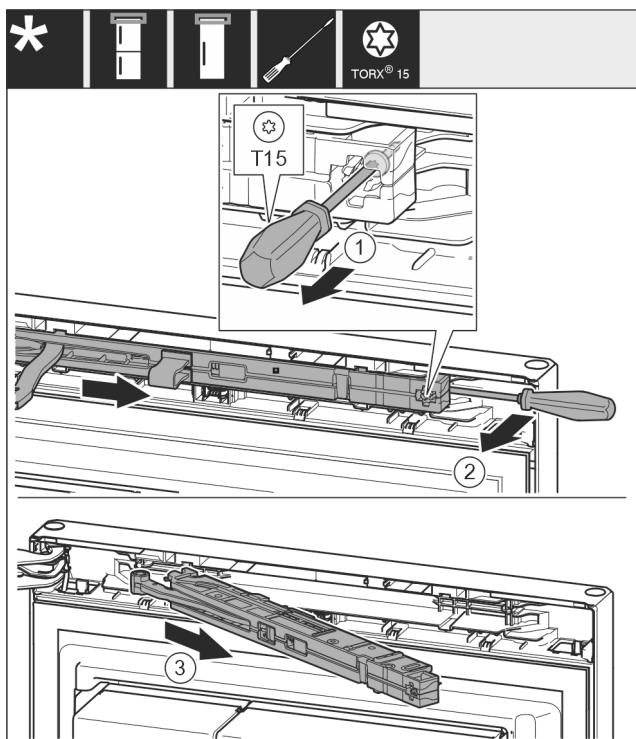

Fig. 12
► 用螺丝刀将关门阻尼单元上的螺钉 Fig. 12 (1)松开 14 mm。
► 用螺丝刀在手柄侧向前推动关门阻尼单元 Fig. 12 (2)。
► 拉出关门阻尼单元 Fig. 12 (3)。